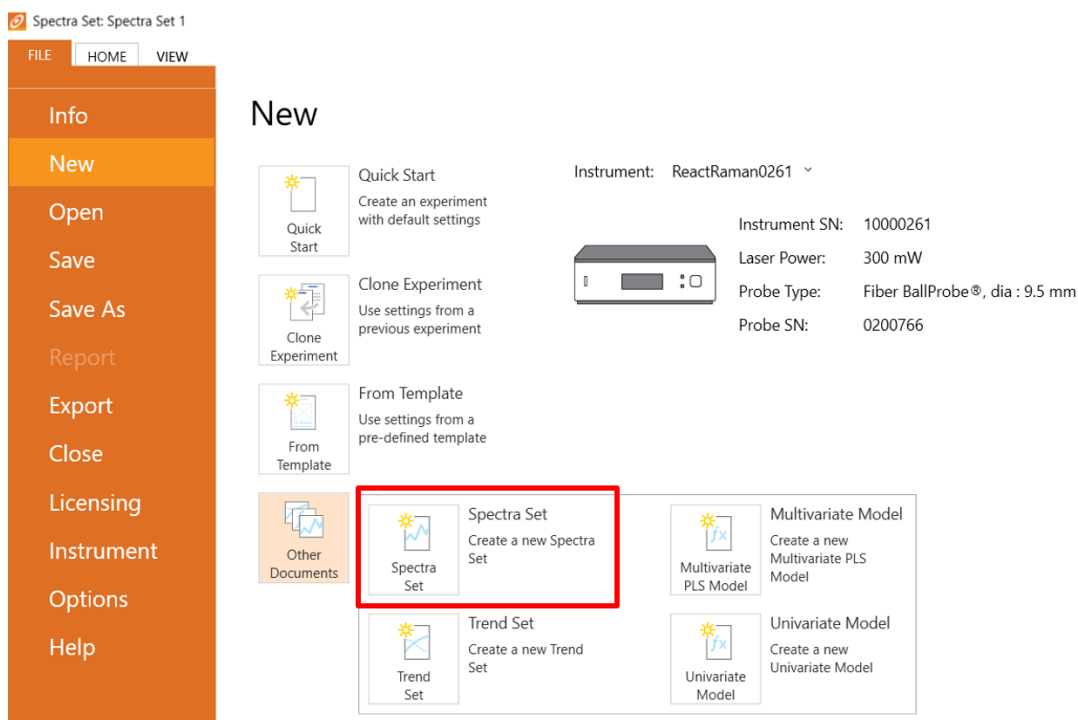
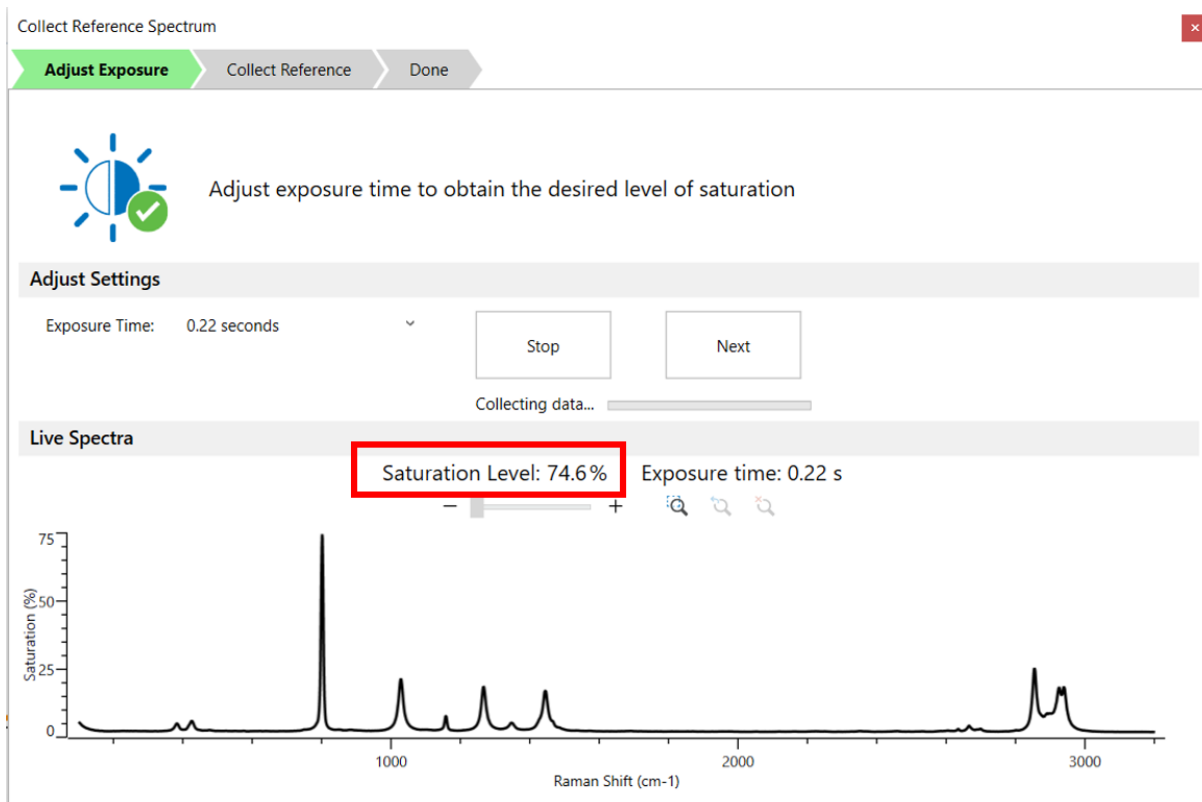

图 4-3 参考样品测试界面
图 4-4 样品测试参数优化
4.3.1 正式实验之前，可以先对参比谱图或者产物纯谱进行采集：如图 4-3，【New】-【Other Documents】-【Spectra Set】，将探头插入液面以下或则直接接触固体，根据提示，点击【Collect Reference】，软件会提示先存档文件，选择好存档位置后，在弹出的窗口点击【Collect Spectrum】，在弹出的窗口出现【Saturation Level】的百分比，如图 4-4 所示，调节【Exposure time】使【Saturation Level】的值在 50-80%，点击【Next】，软件会提示先给样品命名，并且在【Type】的下拉菜单选择此样品的类型，再点击【Collect Spectrum】，待进度条完成后，点击【Next】。如果需要测试下一个样品的话，再次点击主页面的【Collect Reference】，再重复一次上述过程。